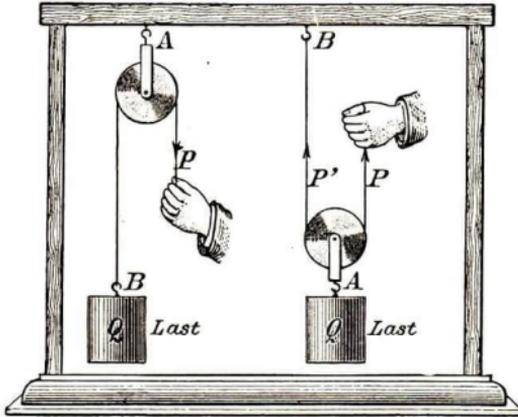

Abb. 73
a) Bei der **festen Rolle** (Abb. 73) ist die aufzuwendende Kraft P (abgesehen von der geringen Reibung der Rolle) genau gleich der Last Q , also: